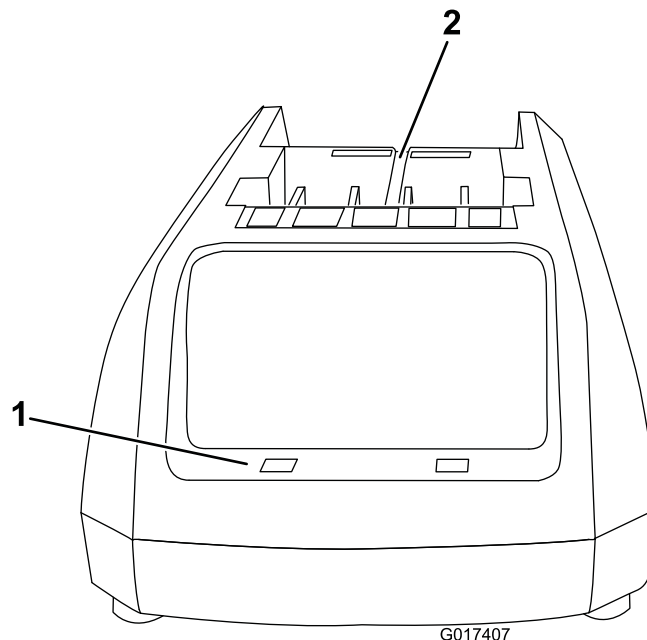
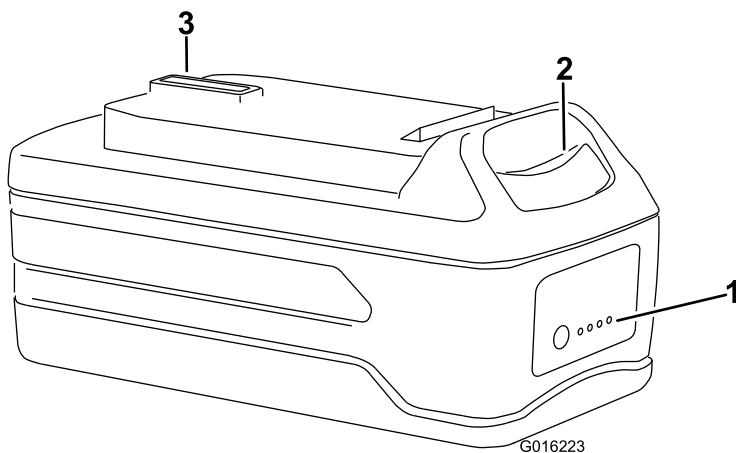

Figure 5
Figure 6
- Retournez la batterie et placez la borne en face de la fente du chargeur (Figure 5 et Figure 6).